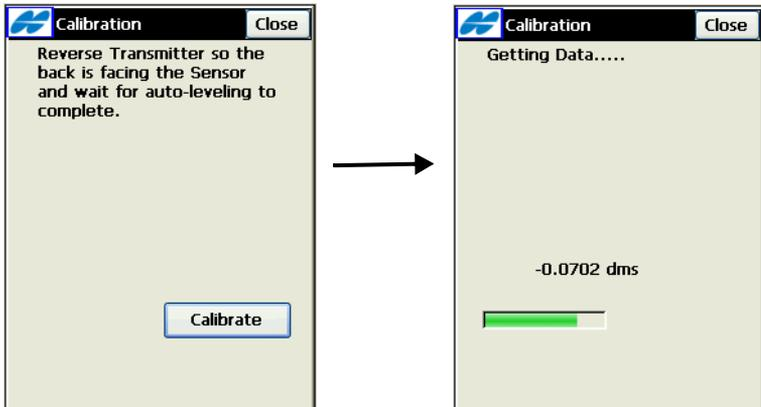

Abbildung A-17. Drehen des Lasers und erfassen von Daten
8. Drehen Sie den Sender um 180°, sodass die Rückseite zum Laser zeigt. Tippen Sie auf **Kalibrieren** (Abbildung A-17).